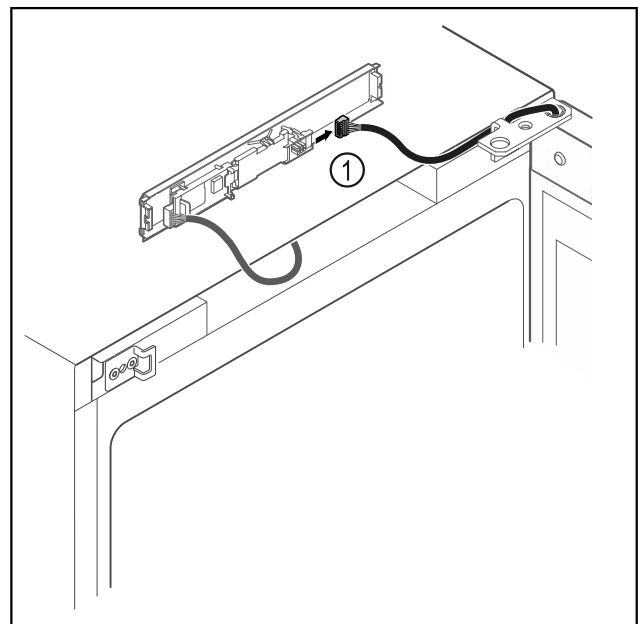

Fig. 16
- Irrota pistoke Fig. 16 (1) levystä.